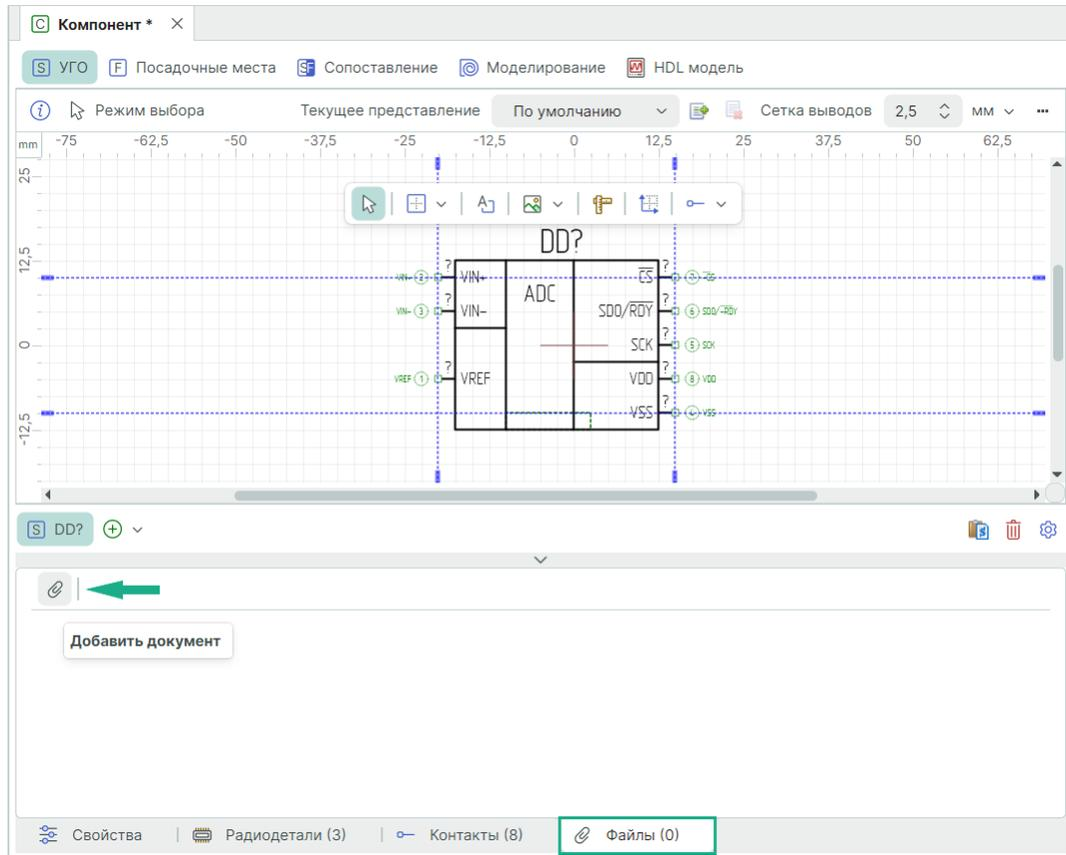

Рис. 339 Добавление файла данных
1. Нажмите на символ  «Добавить документ» вкладки «Файлы» редактора компонентов, см. Рис. 339.